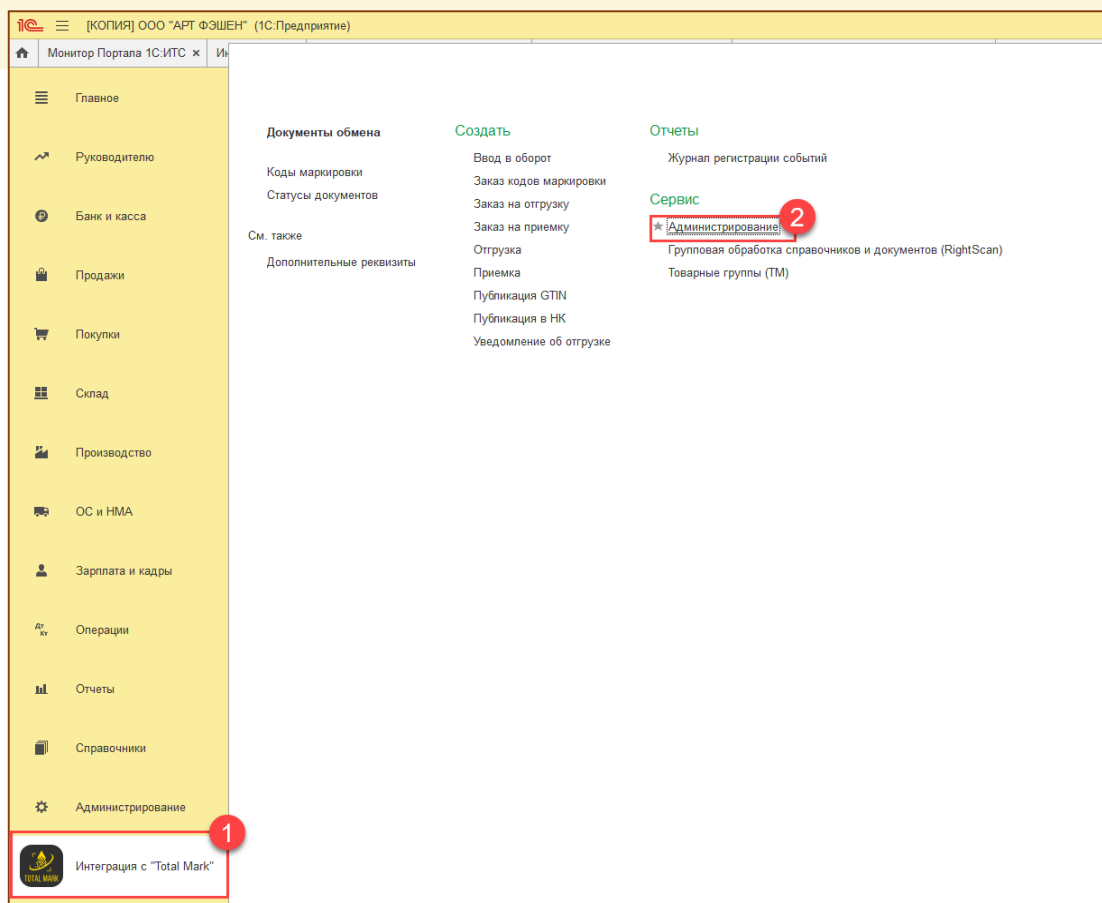
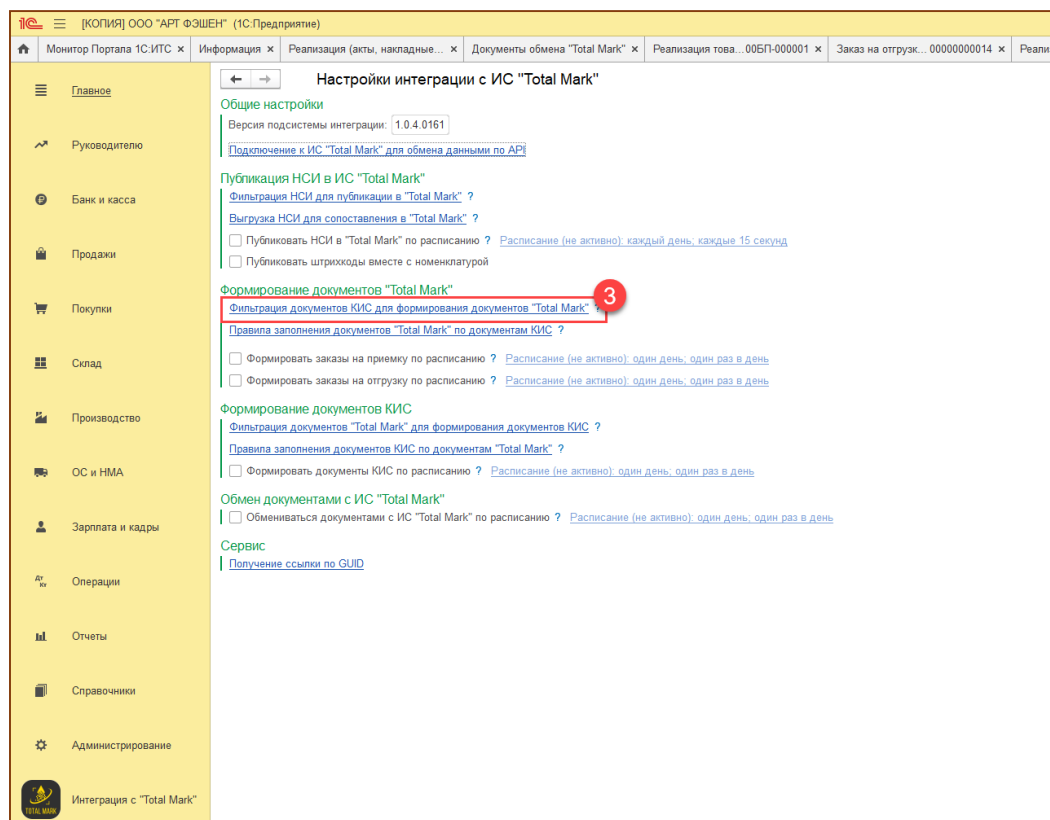

Рис. 3-5 - Настройка создания документов обмена
Рис. 3-6 - Настройка создания документов обмена
- В КИС Перейти в раздел «Интеграция с Total Mark, Администрирование – Фильтрация документов КИС для формирования документов Total Mark (Рис. 3-5, Рис. 3-6).